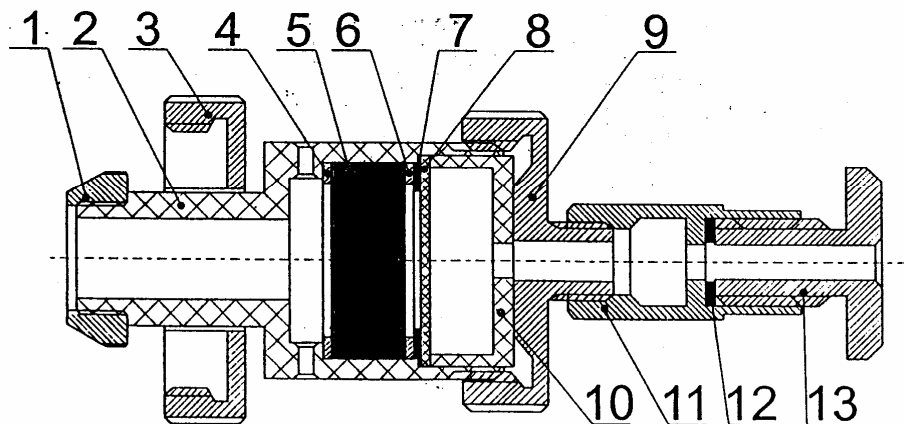

Рис. 2
1.2.4.14. Насадка градуировочная предназначена для проверки работоспособности газоанализатора. Конструкция насадки градуировочной приведена на рис. 2.